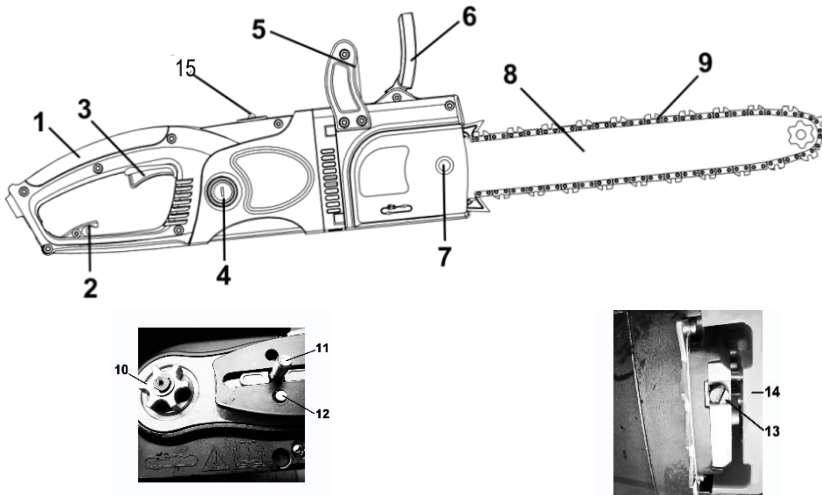

Рисунок 1
корпусу з органами управління та захисту (1,3,5,6,15); пиляльної гарнітури у складі шини (8), пиляльного ланцюга (9), систем натягування (7) та автоматичного змащування ланцюга; однофазного колекторного двигуна з подвійною ізоляцією, який встановлений по «подовжній» схемі – вісь двигуна паралельна вісі виробу, при цьому рух на приводну шестерню ланцюга передається під кутом 90° через конічний редуктор; системи зчеплення з відцентровою муфтою та гальмами, – згідно рис. 1.
4.1.1 Для увімкнення виробу натисніть на кнопку блокування від випадкового вмикання (розташована з лівого боку основної рукоятки), а потім на важіль перемикача (3) (рис. 1). Для відключення виробу слід важіль відпустити.